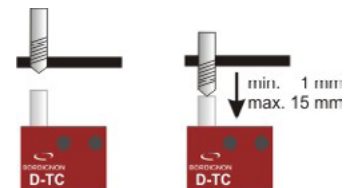

ABB. 2
Optional kann mit Hilfe eines Sensors die Gewindeerstellung kontrolliert werden. Der D-TC – Sensor wird, wie in Abb. 2 gezeigt, vom Gewindeformer während der Schlussphases einer Abwärtsbewegung aktiviert.
1. Den Sensor unter dem zur Gewindeformung vorgesehenen Werkstück positionieren. Der Abstand vom Werkstück muss so groß sein, dass der Gewindeformer den Zylinder des D-TC am Ende des Absenkvorgangs mindestens 1 mm und maximal 15 mm herunter drücken kann (ABB. 2);